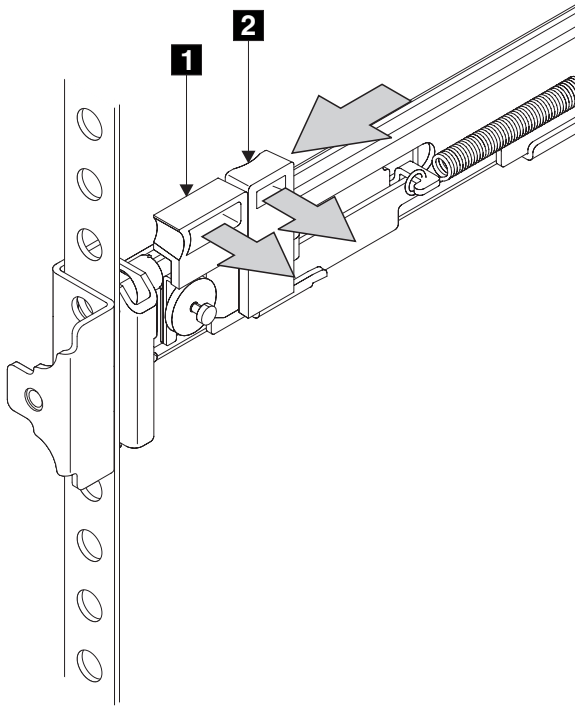

图 129. 关闭插销锁托架组合件
13. 将插销锁 **2** (第 178 页的图 129) 推离导轨以放开托架。插销锁托架滑向导轨前端，定位引脚通过前轮缘和前导轨支架中的孔穿出。